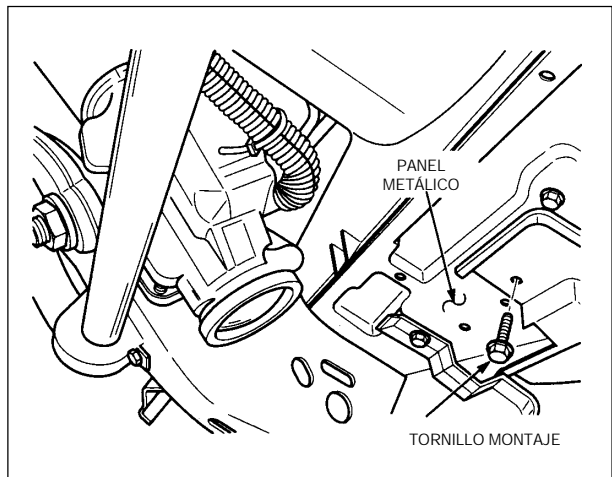

Figura 2.
a. Vea figura 2. Localice, quite y guarde el tornillo que fija el protector de plástico por detrás del parachoques y enfrente de la caja de dirección.